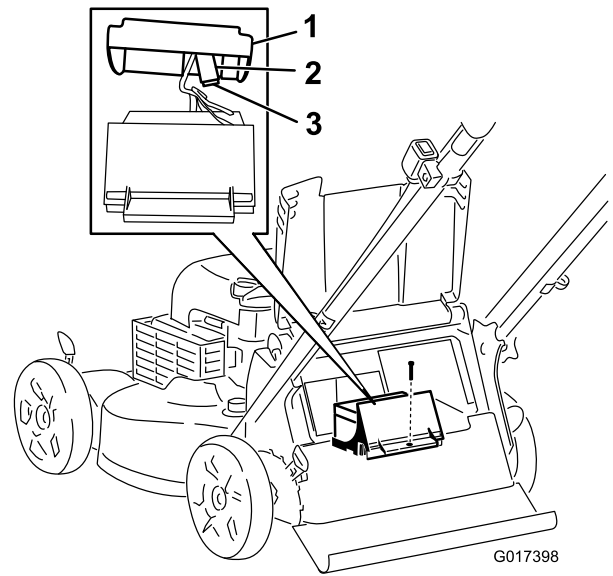

Figure 31
3. Enlevez la vis de fixation du logement de la batterie, sortez la batterie et localisez le fusible (Figure 31).
4. Remplacez le fusible dans le porte-fusible (Figure 31).